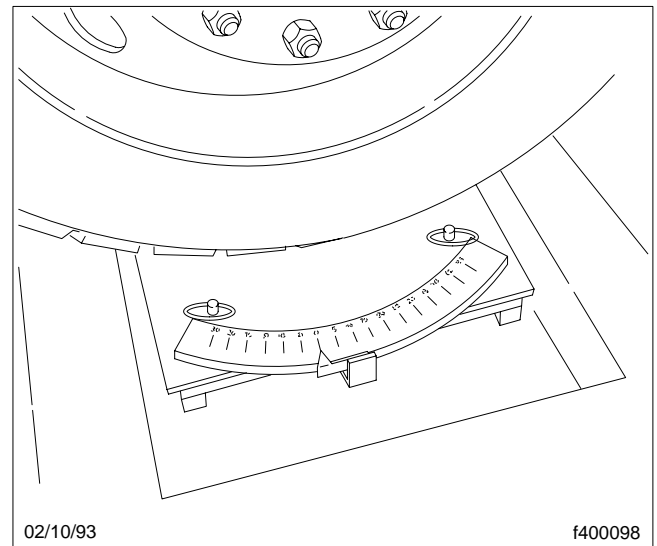

Figura 2, Placa (mesa) giratoria, tipo estacionario
2. Si se utilizan placas o mesas giratorias fijas (**Figura 2**), conduzca el vehículo sobre las placas; los neumáticos deben estar completamente rectos. Ponga los frenos de estacionamiento.